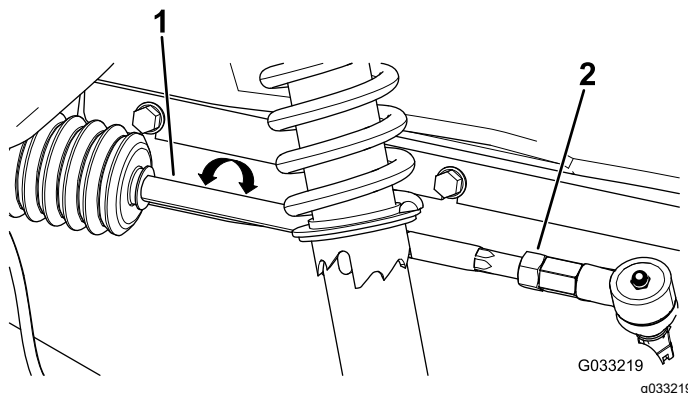

Figura 55
2. Si la distancia no es de 0–6 mm (0–¼"), afloje las contratuercas en el extremo exterior de las bielas (Figura 55).